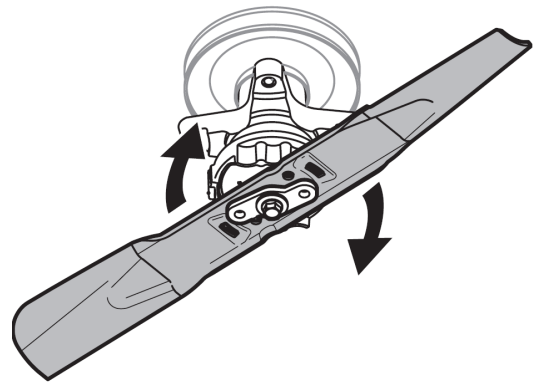

Figure 49
5. ブレードを時計回りに回転させて、ブレードアダプターに合わせます。図49を参照してください。